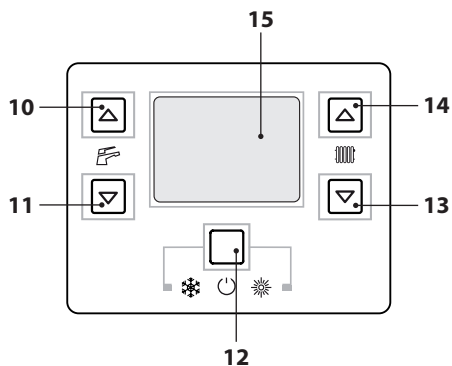
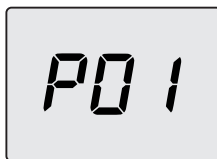

Figura 5.35
Figura 5.36
- Entre en la "modalidad de programación" pulsando simultáneamente durante 10 segundos los botones 12-13-14 (Figura 5.35) hasta que aparezcan en el display LCD las letras **P01** que se alternan con el valor del parámetro, indicando que se ha entrado en el "parámetro 01" (Figura 5.36).
- Pulsando el botón 12 (Figura 5.35) se confirma el valor introducido.
- Pulsando simultáneamente los botones 12 y 13 (Figura 5.35) se sale sin modificar el valor (se vuelve a la lista de parámetros (Figura 5.37)
- Pulsando simultáneamente durante 10 segundos los botones 12-13-14 (Figura 5.35) se sale de la "modalidad de programación".